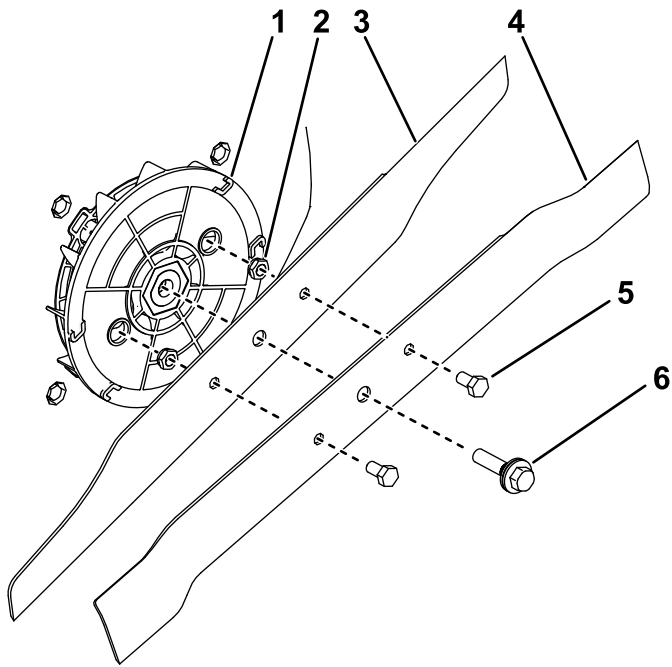

Figure 26
5. Fixez les nouvelles lames ensemble comme montré à la Figure 26; serrez les écrous de fixation des lames entre 18,9 et 19,6 N·m (167 et 173 po-lb).
- Montez les nouvelles lames avec le boulon de lame (Figure 26).